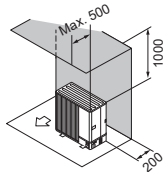

Fig. 2-7
- (2) Obstrucții sau suprafețe închise numai în spate și deasupra (Fig. 2-7)